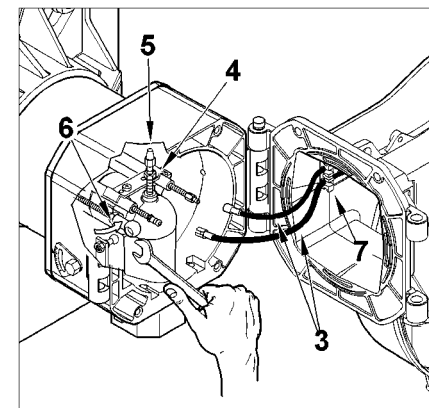

figura-2
Utilizando la misma llave, actuar sobre la articulación esférica (6) en la dirección indicada por la flecha desenganchando la palanca de avance de la cabeza de combustión (figura 2).
Cuando se cierra el quemador, tirar delicadamente hacia el cuadro eléctrico, poniéndole en ligera tensión los dos cables de encendido y de ionización, luego meterlos en sus alojamientos (7) como indica la figura 2. Esto evitará que el ventilador los dañe durante el funcionamiento del quemador.